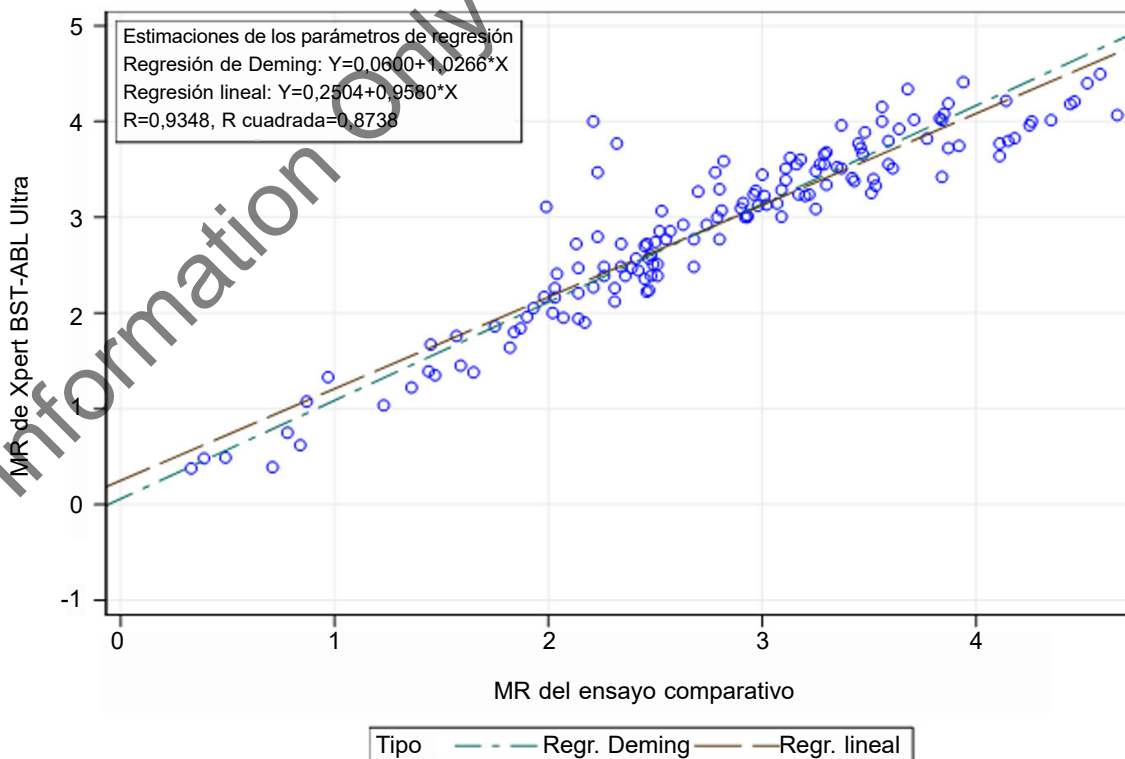

Figura 8. Análisis de regresión de Deming y lineal
De los 208 resultados disponibles para el análisis, 147 estuvieron dentro del rango cuantitativo notificable para ambos ensayos [0,0030 % - 55 % (IS)/MR4,52 - MR0,26 para Xpert BCR-ABL Ultra y 0,0020 % - 50 % (IS)/MR4,72 - MR0,30 para el ensayo comparativo]: 117 de estas muestras fueron de lisados sobrantes congelados y 30 fueron muestras frescas recogidas de forma prospectiva. El rendimiento de la prueba Xpert BCR-ABL Ultra frente al ensayo comparativo se evaluó utilizando una regresión de Deming para determinar la pendiente y la ordenada al origen. La Figura 8 muestra los análisis de regresión de Deming y de regresión lineal de los 147 resultados del ensayo (valores MR).